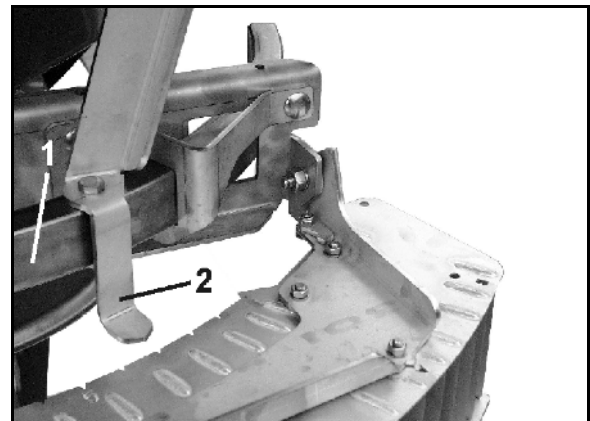

Рис. 71
2. Переміщуйте щиток для граничного розкидання по направляючій скобі (Рис. 71/1), поки стрілка (Рис. 71/2) не стоятиме на значенні налаштування з таблиці розкидання (Рис. 69).